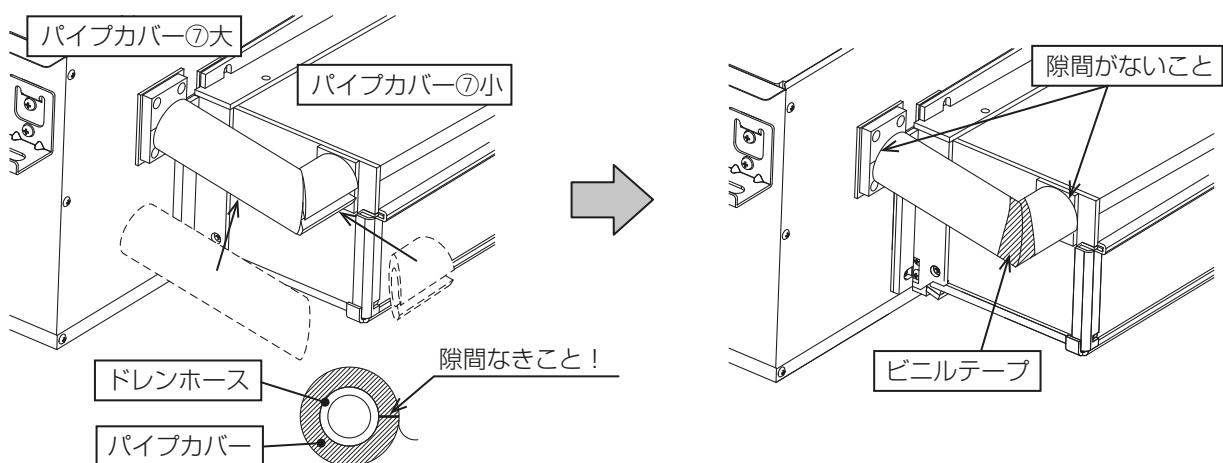

図19
- 1) パイプカバー⑦大小を図19のようにドレンホースに隙間なく巻き付けてください。